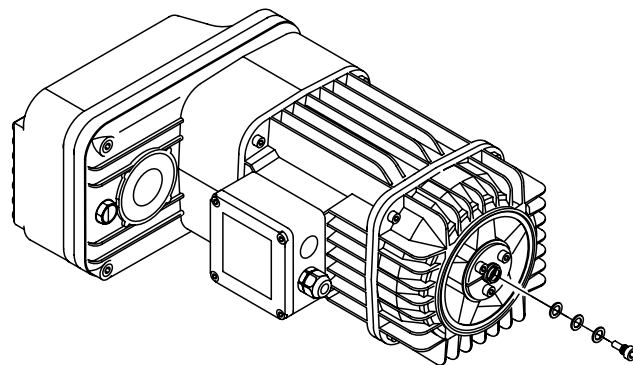

fig. 156
- **Per aumentare la coppia frenante:** togliere una o più rondelle fino ad ottenere l'incremento desiderato di coppia frenante ( fig.156 ).Con tutte le rondelle inserite sotto la vite a testa cava esagonale la spinta molla è al minimo quindi di conseguenza anche la coppia frenante è al minimo.